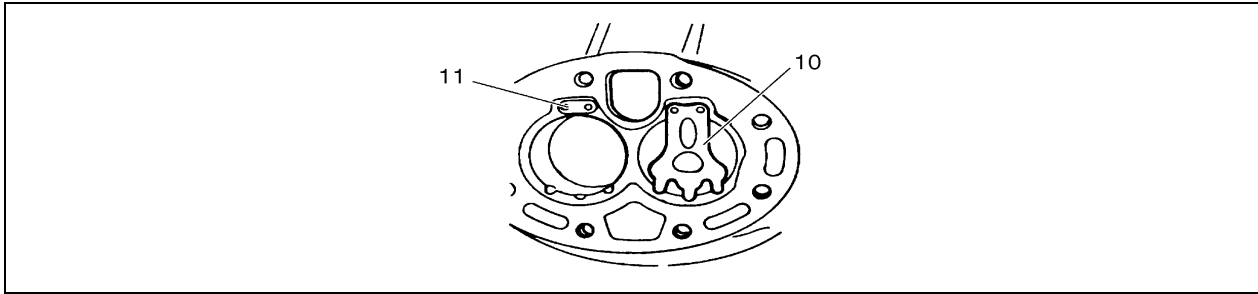

Figure 24: Installation des clapets d'aspiration (10) et des ressorts de positionnement (11).
5. Procéder à l'installation des nouveaux clapets d'aspiration (10) et plaques de clapets (8). Les culasses latérales comportent 4 chevilles pour positionner les clapets d'aspiration (10). Disposer d'abord les ressorts de positionnement (11) des nouveaux clapets d'aspiration par-dessus les chevilles (voir figure 24). Ajouter ensuite les nouveaux clapets d'aspiration sur l'ensemble ressort-cheville. Placer un nouveau joint d'étanchéité (9) et la plaque du clapet (8) sur la surface d'appui du compresseur. Aligner le tout avec les chevilles (12).